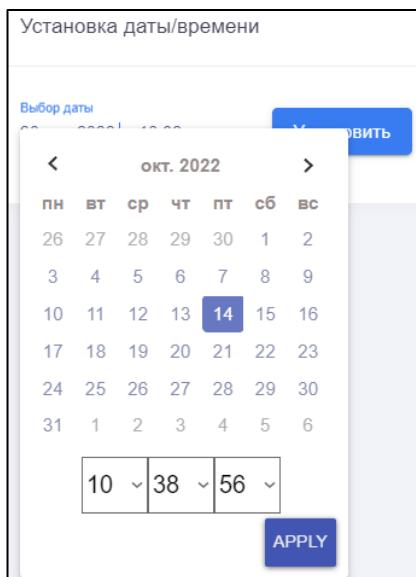

Рисунок 2.34 – Окно календаря
- б) нажать на поле «Выбор даты» после чего откроется окно календаря (рисунок 2.34);